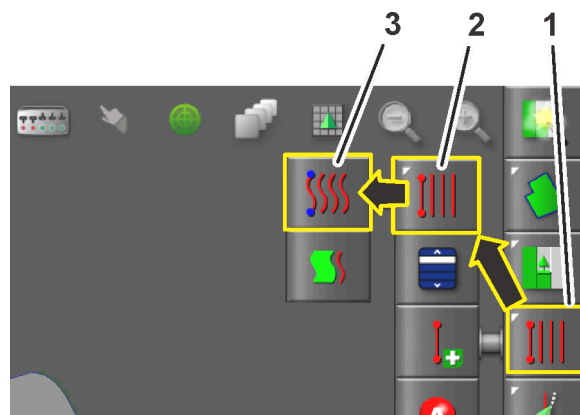

図 14
1. ガイドラインタイプを曲線ガイドライン (図 14)に切り替えます。